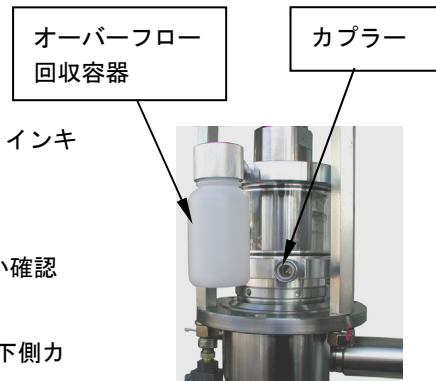

Fig.5.1
- 1) “オーバーフロー回収容器”が上側カプラーに確実に接続されているか確認してください。(Fig.5.1)